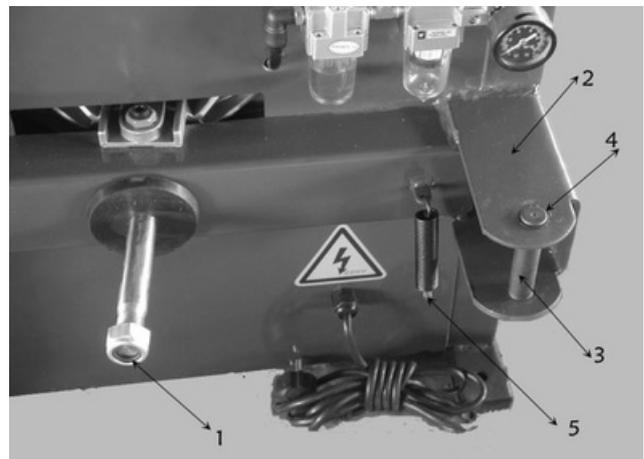

Fig. 4-5
**4.2.8 Dévisser le contre-écrou (1) à l'extrémité avant du**
**l'axe de la goupille du bras du disjoncteur. Retirez l'axe de la goupille (3) et**
**accrocher le ressort (5) comme le montre la figure 4-5.**